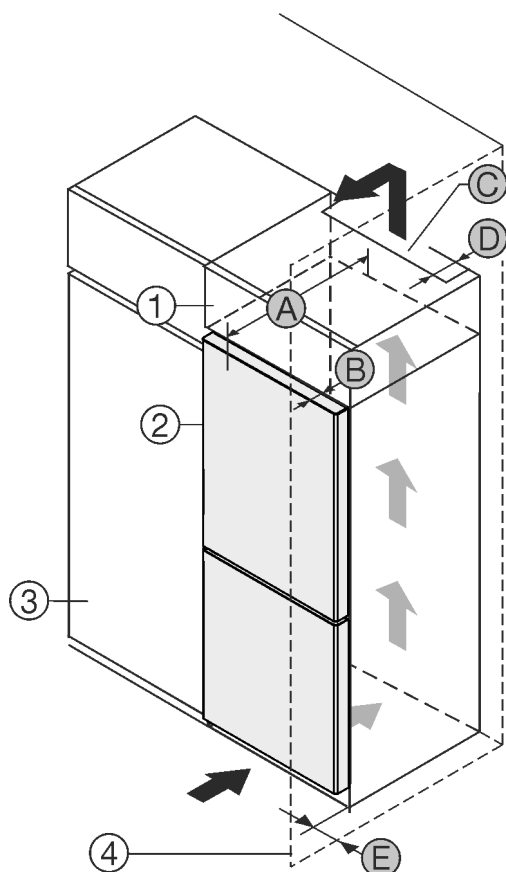

Fig. 1
È possibile posizionare l'apparecchiatura accanto a un mobile da cucina Fig. 1 (3).*
Sul lato posteriore dell'armadietto sovrapponibile deve essere presente un vano di scarico dell'aria con la profondità Fig. 1 (D) che attraversa l'intera larghezza dell'armadietto sovrapponibile.*
zione Fig. 1 (C).*
Se si installa l'apparecchiatura con le cerniere accanto a una parete Fig. 1 (4), la distanza tra l'apparecchiatura e la parete deve essere di almeno 13 mm.*
Se si installa l'apparecchiatura con le cerniere accanto a una parete Fig. 1 (4), la distanza tra l'apparecchiatura e la parete deve essere di almeno 20 mm.*
Per poter aprire completamente la porta, installare l'apparecchiatura in modo che sporga dal frontale del mobile da cucina almeno della misura della profondità della porta Fig. 1 (B). L'apparecchiatura può sporgere ulteriormente a seconda della profondità dei mobili da cucina Fig. 1 (3) e dell'utilizzo di distanziatori a parete.*